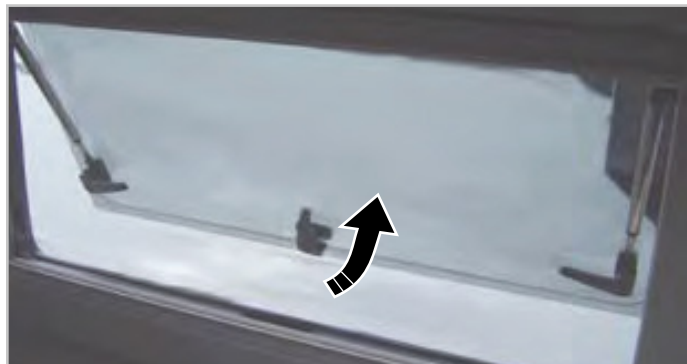

Fig.6.3 - Öppna fönster
3. Öppna fönstret genom att trycka det från mitten till önskat läge (Fig.6.3), fönstret förblir automatiskt låst.